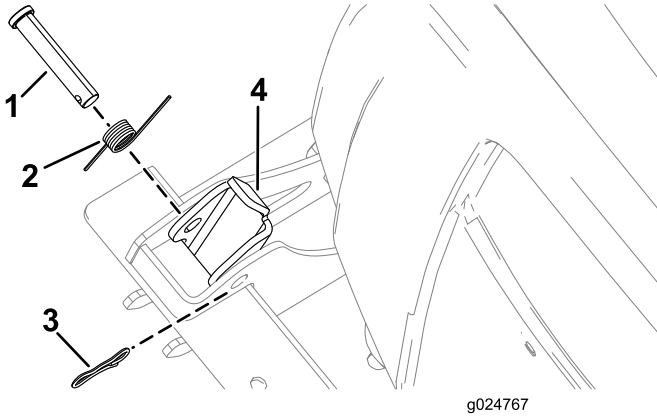

Figura 55
1. Retire la chaveta del pasador (Figura 55).
2. Retire el pasador y el muelle del enganche (Figura 55).